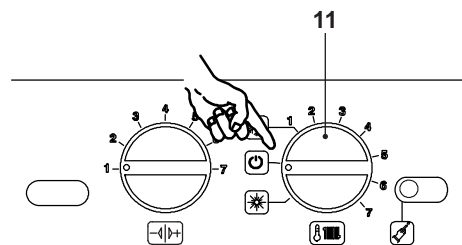

Figura 9.23
- Per uscire dalla programmazione posizionare il selettore 11 come indicato in Figura 9.23.